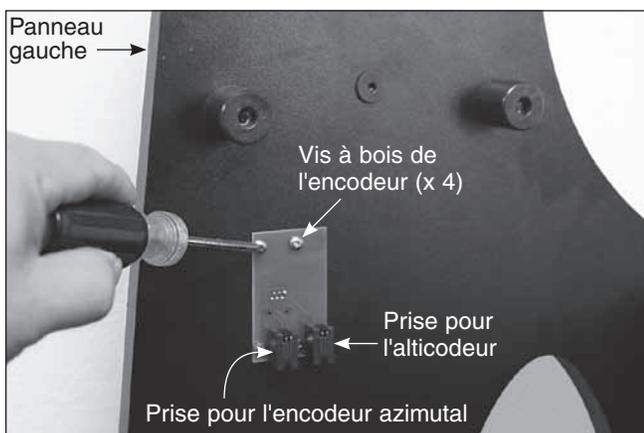

Figure 10. Fixez la plaque de connexion de l'encodeur au panneau de gauche avec quatre des vis de fixation de la carte de l'encodeur.
15. Fixez la carte de connexion de l'encodeur à la surface intérieure du panneau latéral gauche. La carte de connexion de l'encodeur se trouve dans la boîte contenant le tube optique. Placez la carte contre le panneau latéral de manière à ce que la prise modulaire soit alignée avec le trou en forme de carré ; vissez les quatre vis à bois de l'encodeur à travers la carte de connexion et dans les avant-trous du panneau latéral, et serrez fermement (figure 10).
19. Reliez une des extrémités du câble de l'encodeur azimutal (le plus court des deux câbles plats que vous trouverez dans le kit de l'IntelliScope) à la prise de l'encodeur située dans la plaque supérieure de la base Dobson. Connectez l'autre extrémité du câble à la carte de connexion de l'encodeur installée sur le panneau latéral gauche de la base. Le câble de l'encodeur azimutal doit se brancher sur la prise située à gauche de la carte de connexion (figure 10).
20. Connectez une extrémité du câble de l'alticodeur (le plus long des deux câbles plats dans le kit de l'IntelliScope) à la prise modulaire située sur l'alticodeur. Branchez l'autre extrémité du câble à la prise située à droite de la carte de connexion (figure 10).